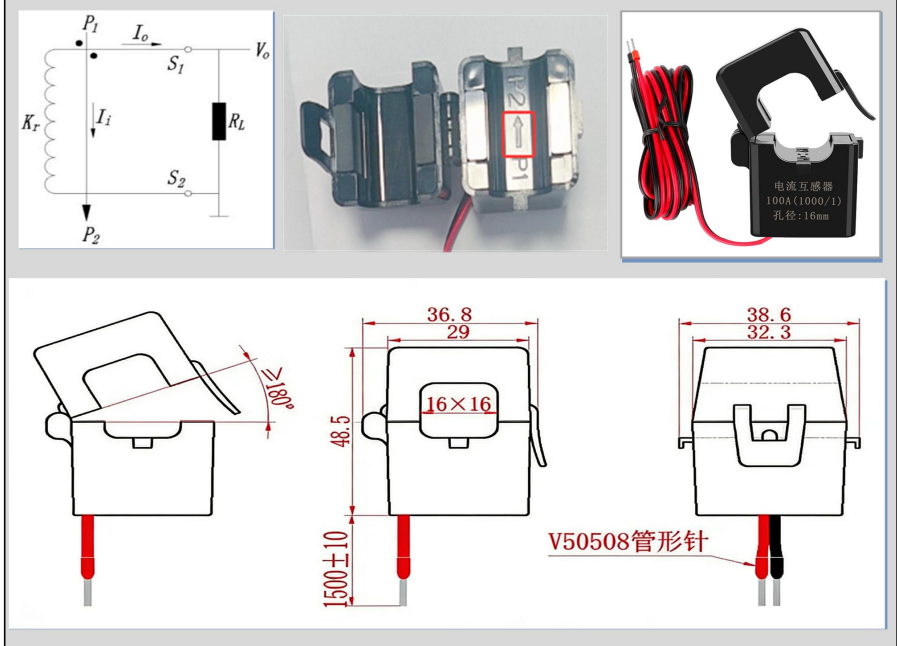

图 4 开环电流互感器
开环互感器如图 4 所示。注：一次侧按图中箭头方向穿线。
**选配零线电流互感器：**测量零线电流的外置电流互感器，如图 4 和 6 所示。选配互感器孔径比例请咨询销售人员，可选配互感器型号如下表所示。注：一次侧按图中箭头方向穿线。